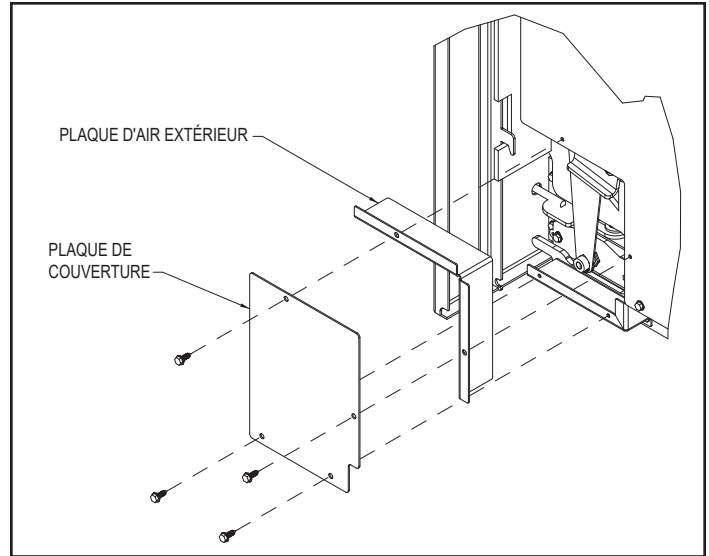

Figure 18.2
2. Retirez les vis maintenant les couvercles extérieurs en place des deux côtés. Placez les plaques d'air extérieur dans le canal comme indiqué (les plaques d'air extérieur sont situées dans le paquet de composants). Réinstallez les couvercles extérieurs. (Figure 18.2)